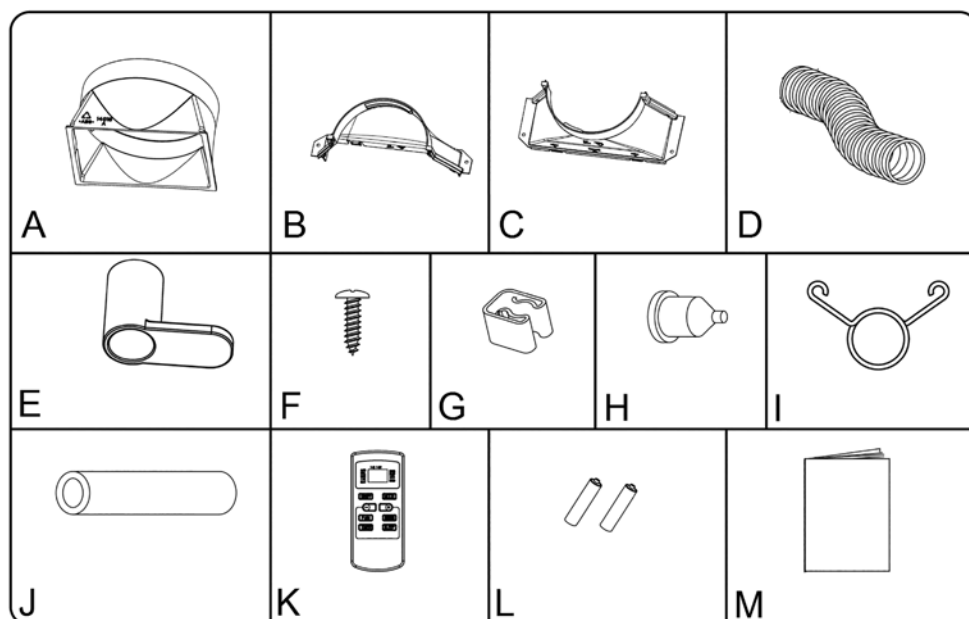
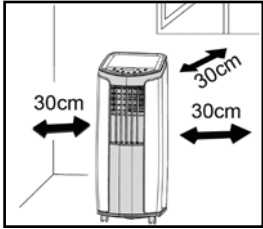
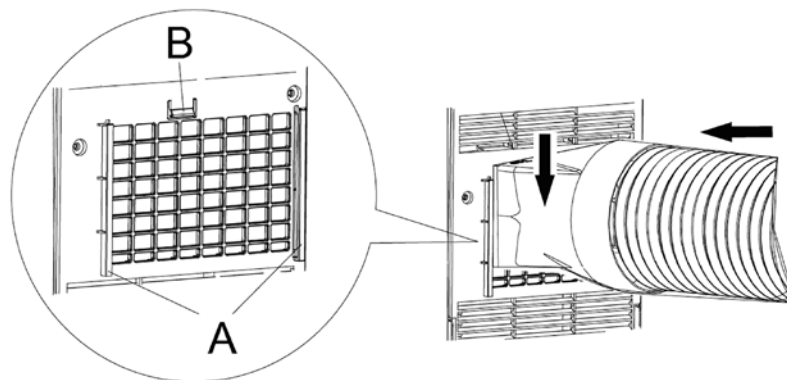

Abbildung 1
Abbildung 2
Abbildung 4
- 3 Im Hinblick auf gute Luftumwälzung müssen rings um das Gerät mindestens 30 cm frei bleiben, Abbildung 2.
- 4 Verbinden Sie die beiden Kupplungsstücke B und C (siehe Abbildung 1), indem Sie diese in Pfeilrichtung (siehe Abbildung 2) fest ineinander drücken. Drehen Sie daraufhin Kupplungsstück B und C auf den Luftschlauch.
- 6 Verbinden Sie den Luftschlauch mit Kupplungsstück A (siehe Abbildung 1) an der Klimaanlage, indem Sie diesen durch die Leitungen A an der Rückseite der Klimaanlage hinabschieben, bis über Verschluss B hinaus (siehe Abbildung 4).